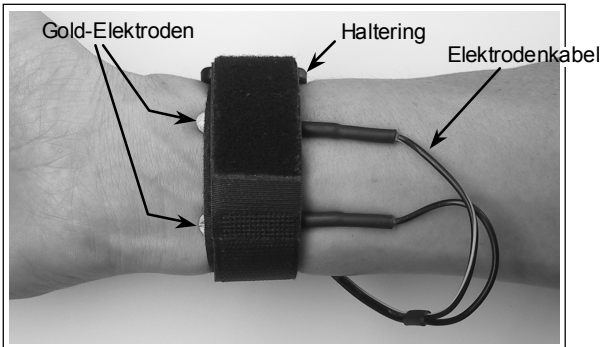

Abb. 3: Armband anlegen und Elektrodenkabel an die beiden Gold-Elektroden anschließen.
- 3. Schritt:** Armband anlegen und darauf achten, dass die Elektroden auf der mit Leitgel bestrichenen Fläche liegen. Dann das Elektrodenkabel an die Gold-Elektroden anschließen. Das Armband soll nicht zu straff, sondern bequem sitzen (**Abb. 3**).